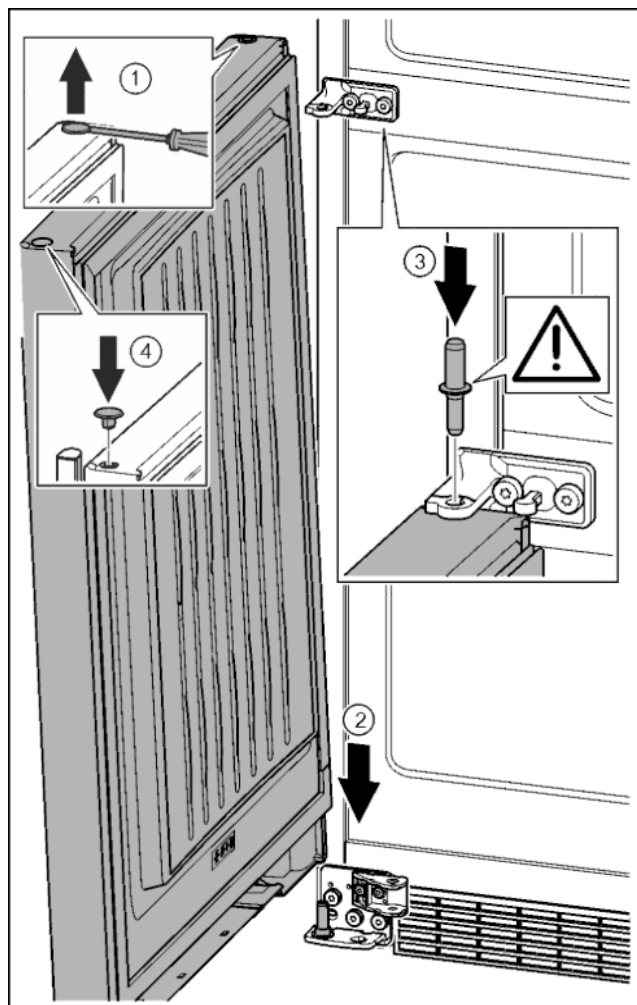

Fig. 36
- ▶ Осторожно приподнять шлицевой отверткой заглушку и извлечь ее. Fig. 36 (1)
- ▶ Заглушку снова вставить с другой стороны. Fig. 36 (4)
- ▶ Установить дверь сверху на нижний опорный палец. Fig. 36 (2)
- ▶ Вставить средний опорный палец через средний опорный кронштейн в нижнюю дверь. При этом следить за тем, чтобы выступ фиксатора был направлен назад. Fig. 36 (3)